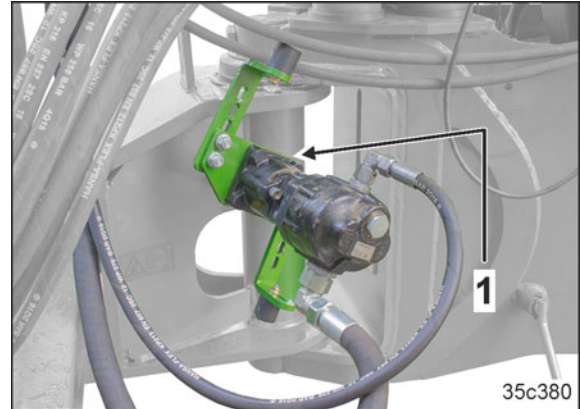

Fig. 145
14. Așezați pompa hidraulică priză de putere în poziție de parcare (Fig. 145/1)